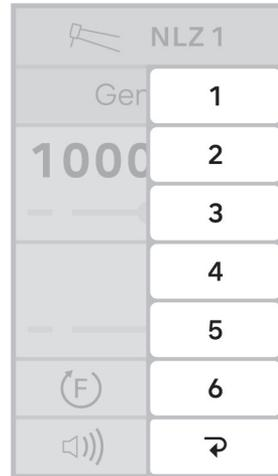

Figure 10.
1. Toucher  1 pour afficher tous les numéros de programme de 1 à 6 (Figure 10).